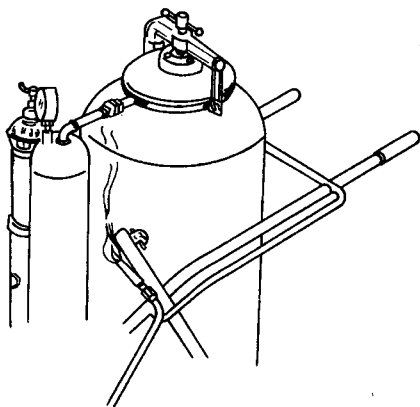

图 1-8
6) 扳动移位调节杆时, 切不可如图 1-8 所示, 拿着引燃的焊、割炬靠近乙炔发生器。